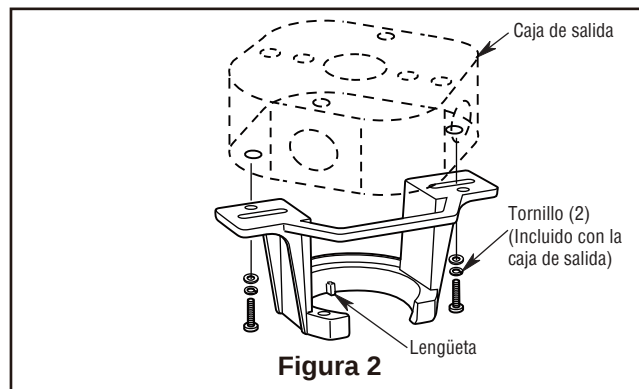

Figura 2
2. Afloje los dos tornillos de fijación del soporte del barral. Introduzca los cables de color negro, azul y blanco a través de la varilla. (Figura 2)
- ☐ 1. Fije bien la abrazadera para colgar a la caja de salida con los tornillos y las arandelas provistas con la caja de salida. (Figura. 2)